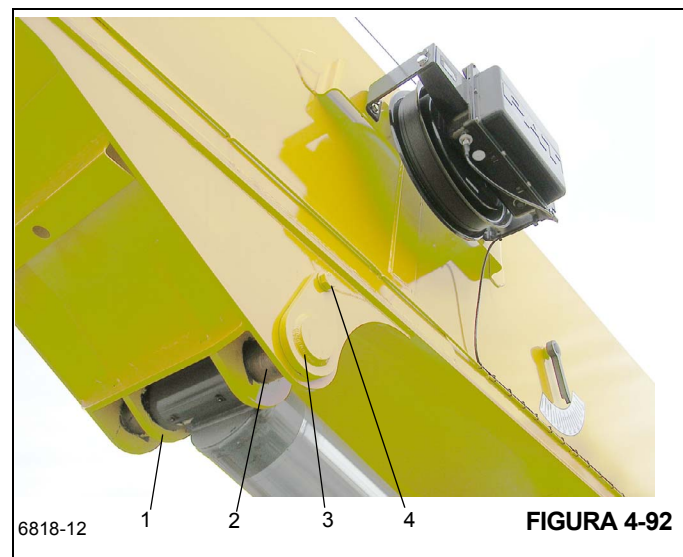

FIGURA 4-92
10. Active el sistema hidráulico y extienda la varilla del cilindro de elevación lo suficiente para poder colocar la caja de elevación (Figura 4-92, 1).
11. Inserte el eje del cilindro de elevación superior (Figura 4-92, 2).
12. Instale el miembro soldado del eje superior (Figura 4-92, 3), el perno (Figura 4-92, 4) y la arandela en el costado de la caja de elevación (Figura 4-92, 1) para asegurar el eje del cilindro de elevación superior (Figura 4-92, 2) a la pluma.